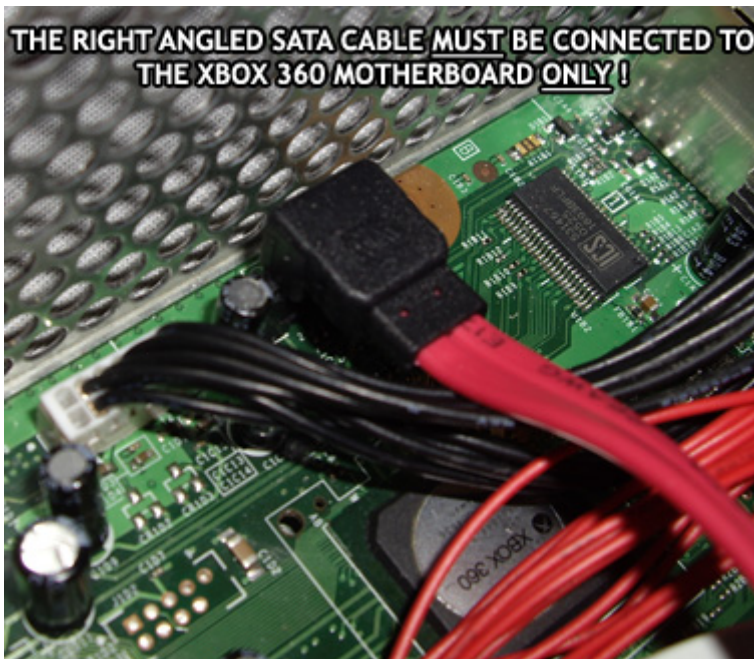

Imagen 4A
10. Ahora cogemos el cable rojo SATA que tiene la clavija en ángulo que se incluye en la caja del Blaster 360 y lo conectamos en la placa base (imagen 4A). Este cable es específico para esta conexión y no deberemos utilizarlo en ningún otro caso. Cualquier otro cable SATA no servirá ya que no nos permitirá cargar juegos.